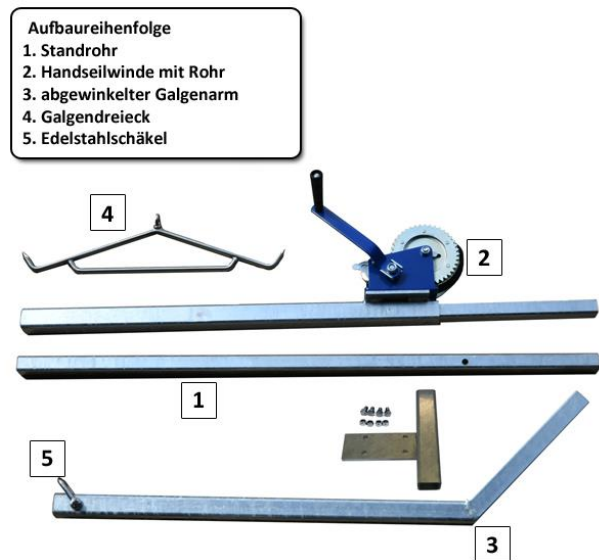

Abbildung 2
2. **Zusammenbau des Wildgalgens am Fahrzeug** (Abbildung 2+3)
- Den Edelstahlschäkel (5), der als Gurtführung dient, durch die beiden Bohrungen des abgewinkelten Galgenarmes (3) fest verschrauben.
- Durch das Führungsrohr des neu montierten Galgenadapters wird zuerst das gerade Standrohr (1) gesteckt.
- Anschließend wird auf das Standrohr das mittlere Windenrohr mit der montierten Winde (2) gesteckt.
- Führen Sie nun den Gurt durch den Edelstahlschäkel am Ende des abgewinkelten Galgenarms (3) und stecken Sie den Galgenarm auf das Windenrohr (2). Dabei sollte der Schäkel der höchste Punkt des Galgens sein. Es ist natürlich auch möglich den Windengurt im zusammengebauten Zustand durch den
- Das mitgelieferte Galgendreieck (4) wird abschließend noch an den Haken des Windengurtes gehangen.